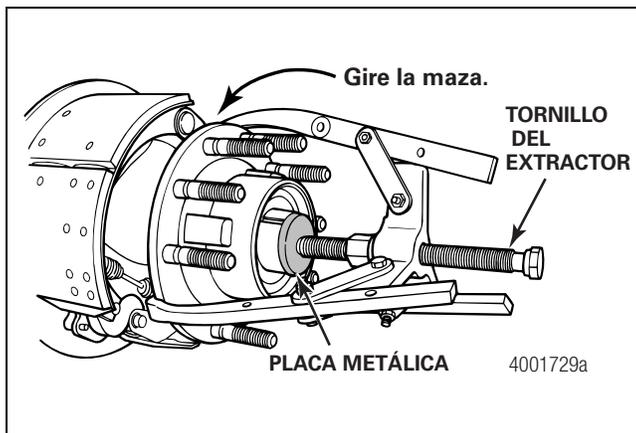

Figura 3.18
- Coloque una placa metálica sobre el extremo de la espiga. Figura 3.18.
- Fije un extractor de tres patas a la maza. Figura 3.18.
- Sujutando el tornillo del extractor para que no se mueva, gire la maza para separarla del eje. Figura 3.18.